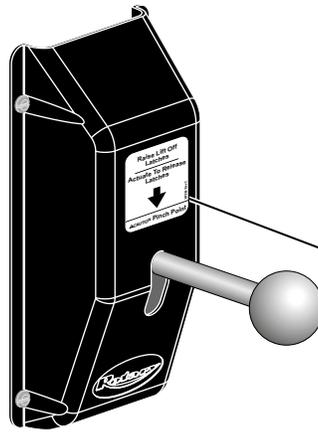

Fig. 44
33. Pegatina de liberación del trinquete para elevadores de la serie M: Instale la pegatina de liberación del trinquete en la cubierta por encima del asa de liberación del trinquete, Fig. 44.